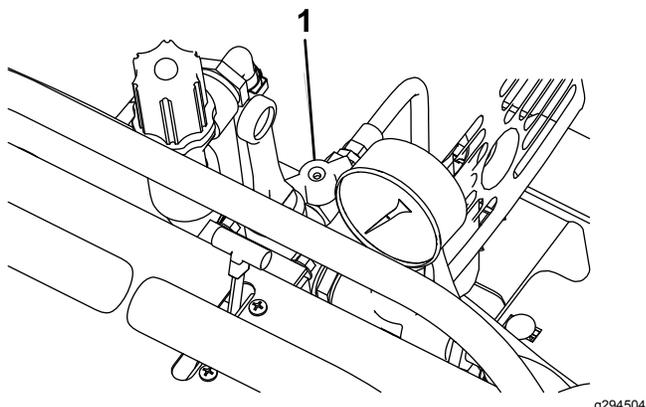

Figure 22
3. Tournez la valve du pistolet-pulvérisateur à la position OUVERTE (Figure 22).